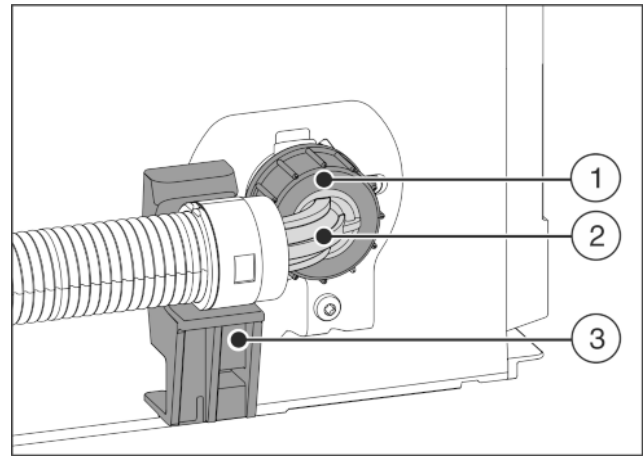

Fig. 22
- ▶ Zahnutý konec hadice Fig. 22 (2) umístěte vodorovně na držák Fig. 22 (3) a přidržte.
- ▶ Rukou našroubujte matici Fig. 22 (1) na závit, až dosáhnete bezpečného a pevného usazení.